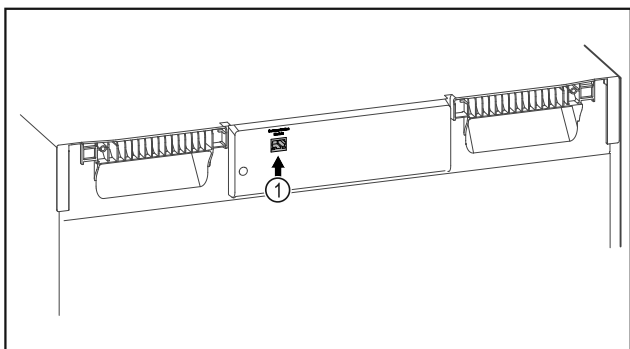

Fig. 98
- SmartModule Fig. 98 (1) on otettu käyttöön.